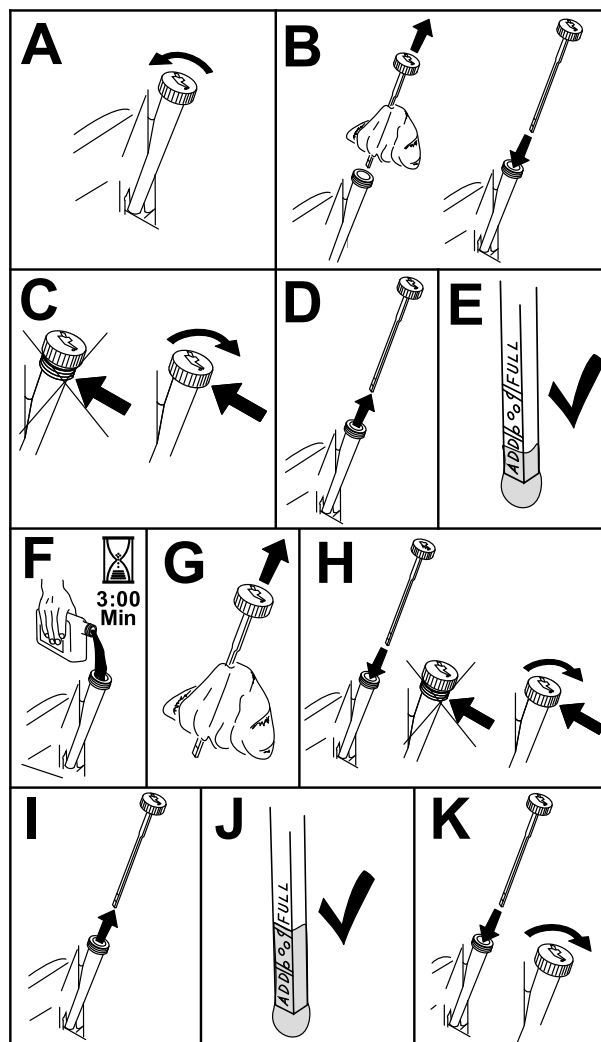

Figura 42
- Para manter a sujidade, as aparas de relva, etc., fora do motor, limpe a área em torno da tampa de enchimento e vareta antes de a remover (Figura 42).